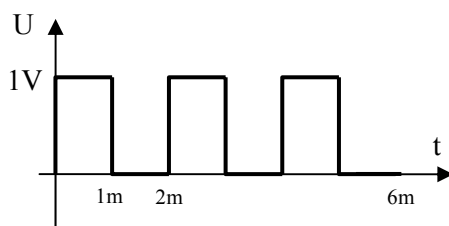

Figura 5.31
5. Setăți parametrii sursei de regim tranzitoriu V1 de tip PULSE astfel încât să obțineți un semnal de excitație ca în figura 5.31.